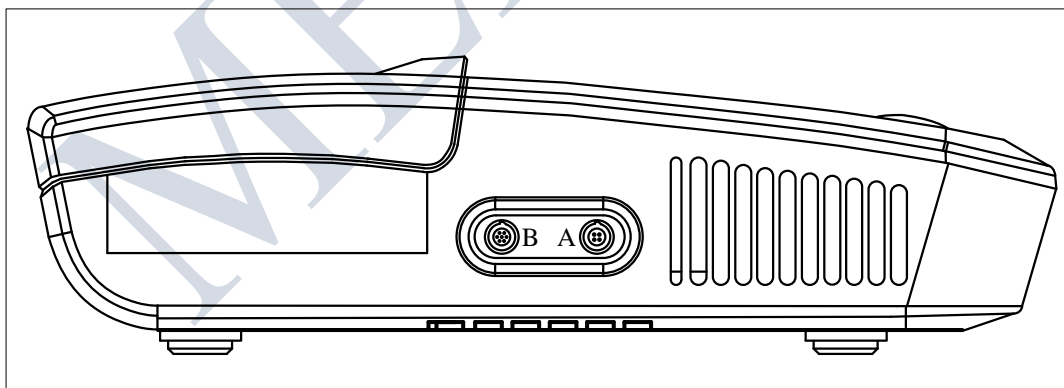

Рисунок 2-2 Панель соединения датчиков
6. Подключите датчики (А-Скан и В-Скан) к разъемам на левой стороне прибора с маркировкой «А» (A-Scan probe) или "В" (B-Scan probe). Перед установкой убедитесь в соответствии меток кабелей датчиков и обоих гнезд на приборе. (Рисунок 2-2)